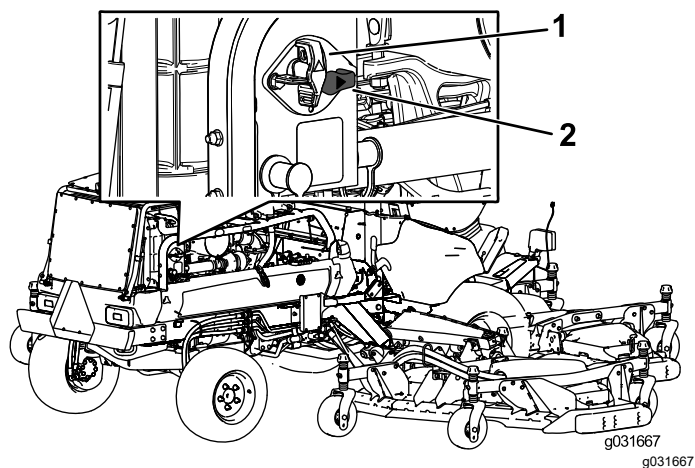

Figura 43
- Per eccitare la macchina elettricamente, ruotate l'interruttore di scollegamento della batteria in senso orario in posizione di ACCENSIONE (Figura 43).
- Per diseccitare la macchina elettricamente, ruotate l'interruttore di scollegamento della batteria in senso antiorario in posizione di SPEGNIMENTO (Figura 43).